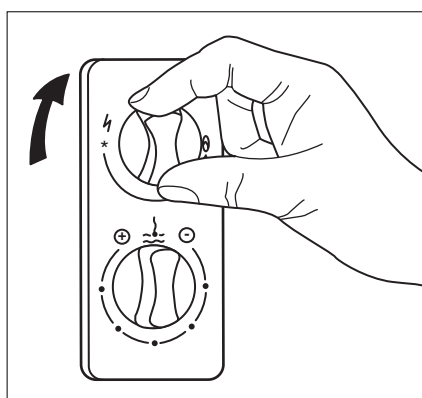

Fig.20
- Tourner le bouton (10) à fond vers la droite, jusqu'au signe fermé «●» (fig. 20)